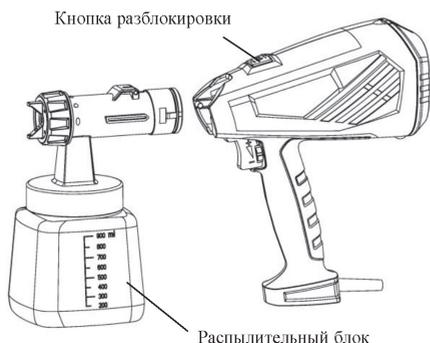

Рис. 10
5. Нажмите на кнопку разблокировки, отсоедините распылительный блок краскопульта (рис. 10) и очистите от краски.